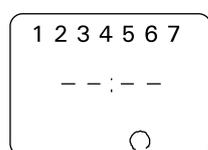

Figure 11.
- appuyez sur le symbole de l'état de programmation sur l'écran à l'aide du bouton [manuel]. Un symbole d'arc ouvert signifie que le poêle se débranchera conformément à la programmation affichée sur l'écran. (Fig. 11)